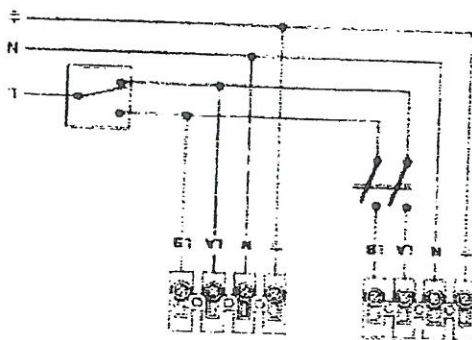

Fig. 5
- Podłączenie umożliwiające selektywną lub łączną pracę dwubiegową silników wentylatora (Fig 5)